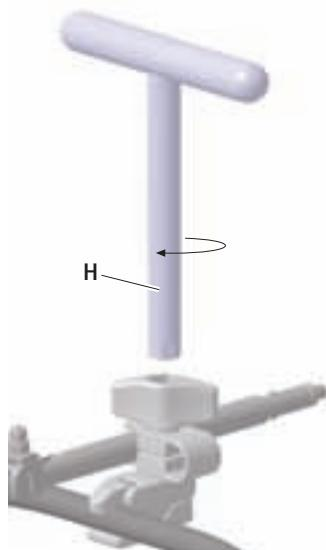

Fig. 8
- ▶ Stringere il dado di fissaggio **1** fino al completo bloccaggio. Eventualmente ristringere con la chiave a T **H**, vedere Fig. 8.